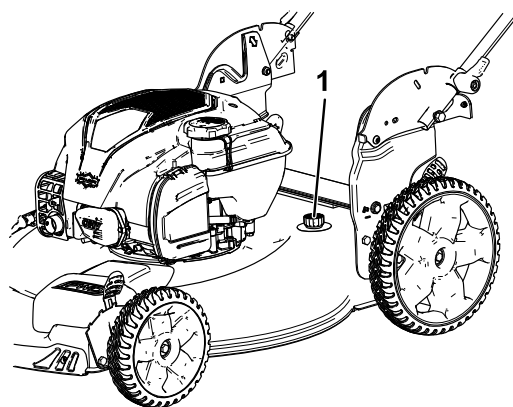

図 19
5. 洗浄ポートにホースを接続し、ホースを水道栓につなぐ **図 19**。